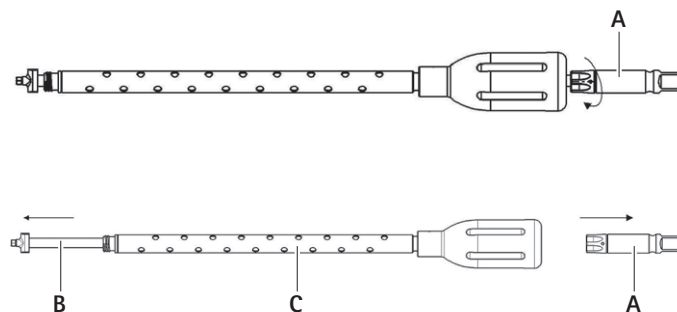

Fig. 12 Desmontagem da chave de parafusos com rosca
6.5 Chave de parafusos com rosca S⁴ Cervical TH (12)
- ▶ Fazer deslizar o cabo da chave de parafusos B através do conjunto da manga do cabo C, ver Fig. 12.